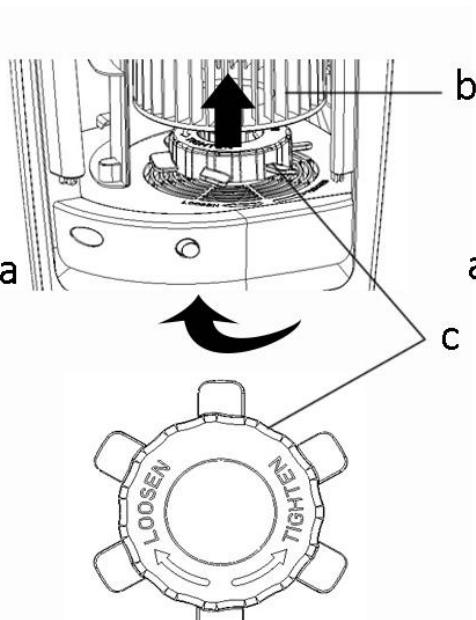

Fig. 2
- 2) Afferrare la ventola (b) e contemporaneamente ruotare il dado (c) nella direzione indicata dalla scritta "LOOSEN", quindi sollevare la ventola per estrarla (Fig. 2).